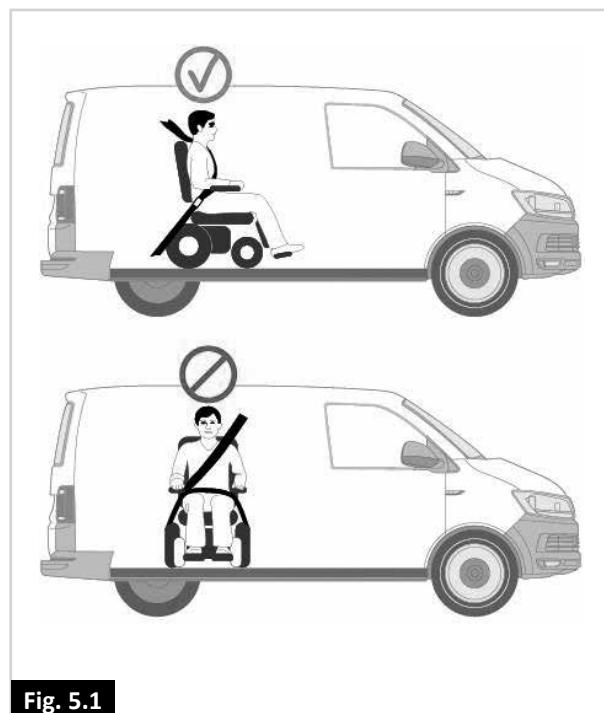

Fig. 5.1
- La silla debe colocarse mirando hacia el frente. Esta silla está aprobada para usarse en automóviles y cumple con los requisitos de transporte con orientación hacia delante y colisiones frontales. La silla de ruedas no ha sido testada para su uso en otras posiciones en un vehículo (Fig. 5.1).